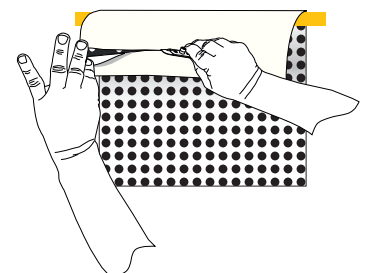

Figure 03
- › Fendre le liner à environ 5 à 10 cm du bord avec le SHAGCUT puis retirer la partie supérieure. (FIG. 03)